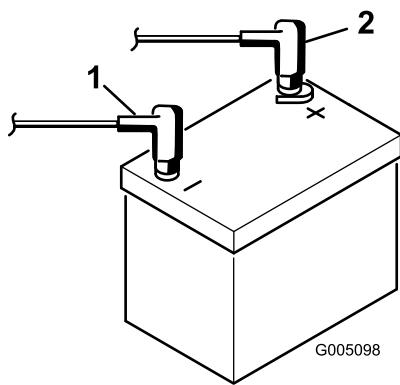

図 4
- 赤いケーブルをバッテリーの端子に、黒いケーブルはバッテリーの端子にはめ、ボルトとナットで固定する図4。